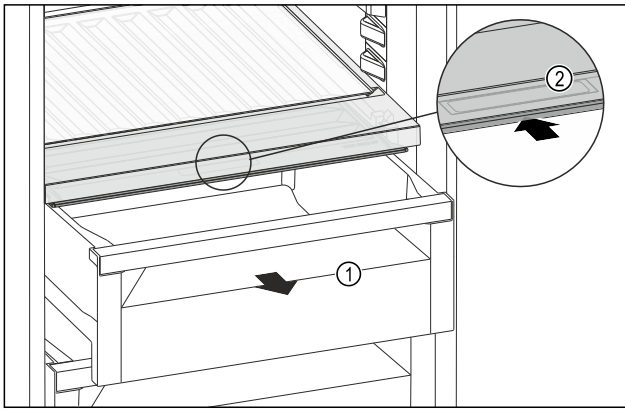

Fig. 186
- Schubfach Fig. 186 (1) herausziehen.
- Griffmulde Fig. 186 (2) am Fachdeckel anfassen und Fachdeckel gleichzeitig nach hinten schieben.